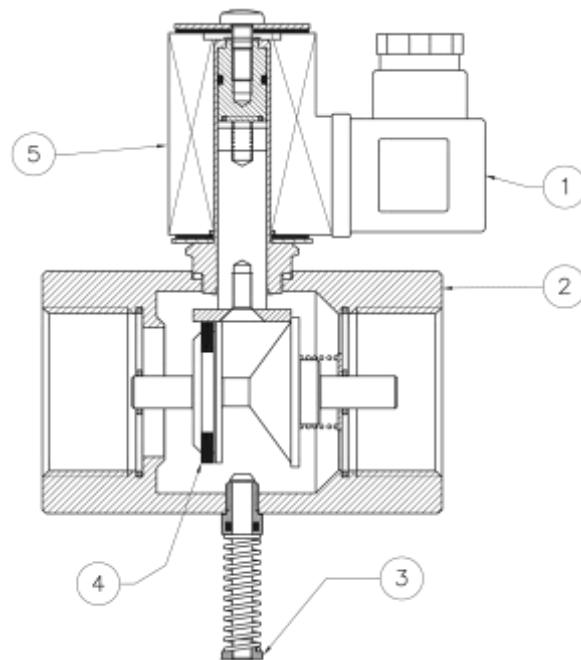

Рис. 3
Клапан (рис. 3) состоит из: электрический коннектор (1); корпус (2); ручка механизма взвода (3); уплотняющая прокладка (4); соленоид (5).
Клапан (Рис. 3) состоит из: стержень механизма возврата (1); уплотнительное кольцо (2); корпус (3); уплотняющая прокладка (4); верхнее уплотнительное кольцо (5); винты крепления (6); крышка (7); латунный блок (8); электрический контакт (9); электрическая обмотка (10); затвор (11).